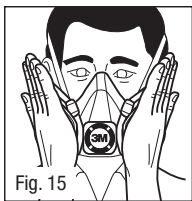

Fig. 15
1. Coloque as palmas das mãos para cobrir a face do cartucho ou área aberta do Retentor de Filtro 3M™ 501, quando o retentor estiver preso ao cartucho, para restringir o fluxo de ar (Fig. 15).